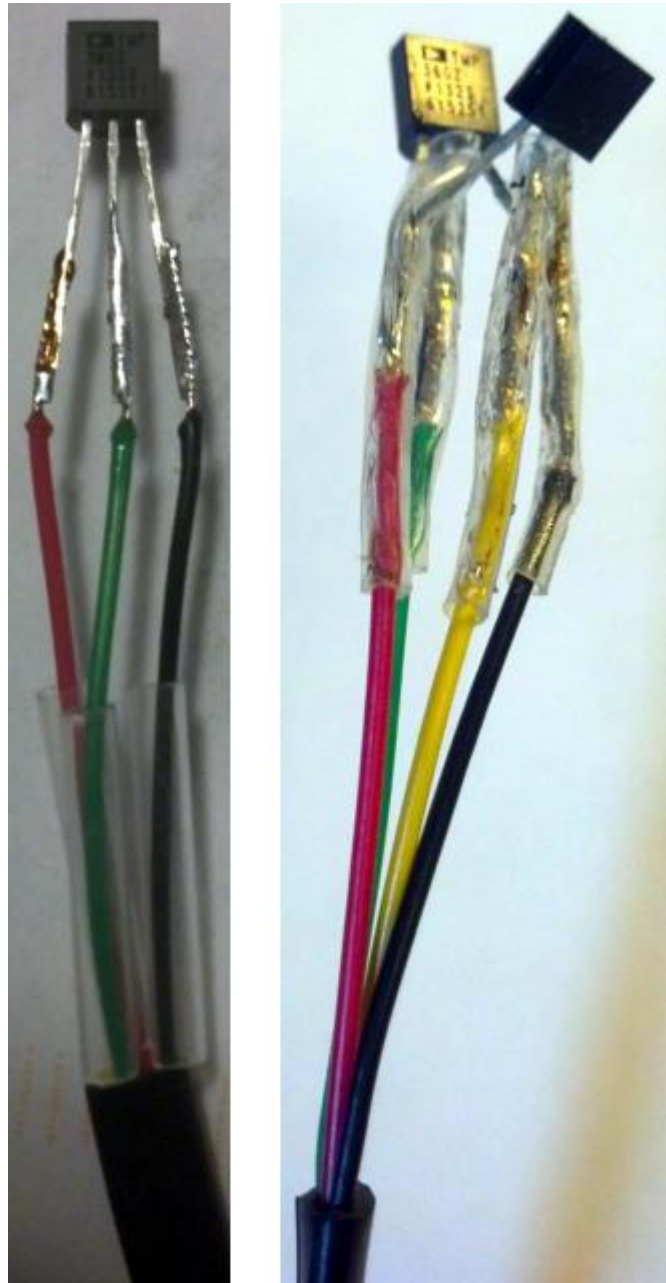

Рисунок 6. Подключенные датчики температуры
- с) Припаять датчик к телефонному кабелю. Рекомендуется использовать красный провод для питания и черный для земли (см. Рисунок 6). Для некоторых узлов к одному кабелю присоединены 2 датчика температуры. Два датчика используют общее питание и землю, поэтому для 2х датчиков требуется только 4 жилы. Такая схема включения позволяет сравнивать показания двух датчиков для проверки точности измерений каждого датчика.